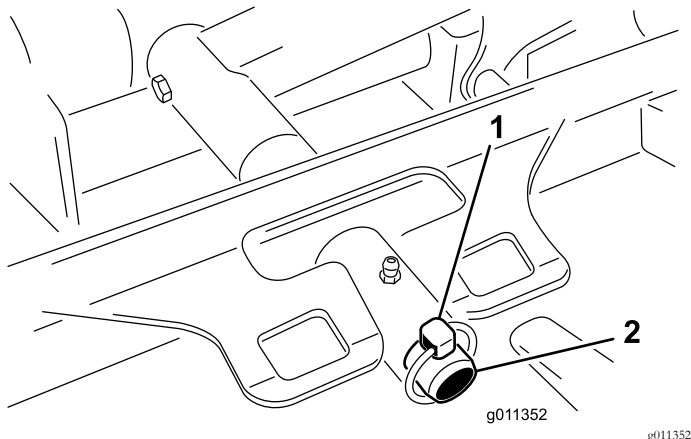

Figure 70
2. Retirez la goupille à anneau (ou l'écrou de retenue, modèle 30874) qui fixe le bâti porteur du plateau de coupe à l'axe de pivot du bras de levage (Figure 70).
2. Faites glisser le bâti porteur du plateau de coupe sur l'axe de pivot du bras de levage (Figure 70). Fixez le plateau sur l'axe à l'aide de la goupille à anneau (ou de l'écrou de retenue, modèle 30874).